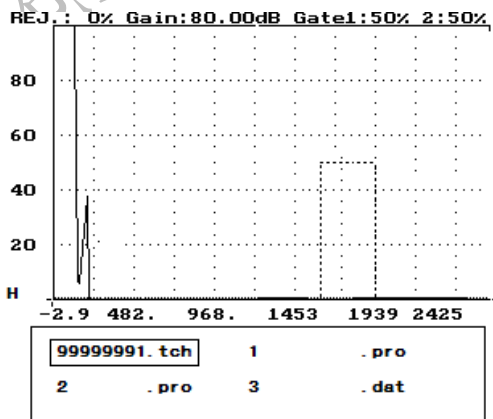

图 25-3
4、 按进入键——进入文件列表功能，屏幕上将显示出所有存储在仪器内的各种文件名，并且在第一个文件名编号上有一：“口”光标，如图 25-3 所示。